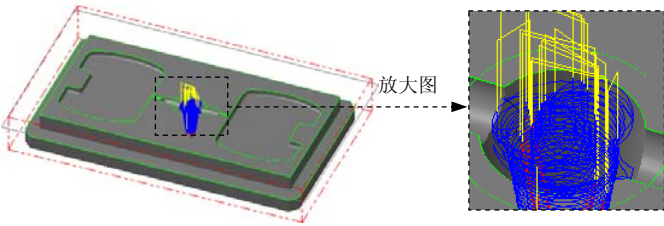

图 20.52 刀具路径
Step6. 单击“曲面精加工等高外形”对话框中的 **✓** 按钮，完成加工参数的设置，此时系统将自动生成图 20.52 所示的刀具路径。